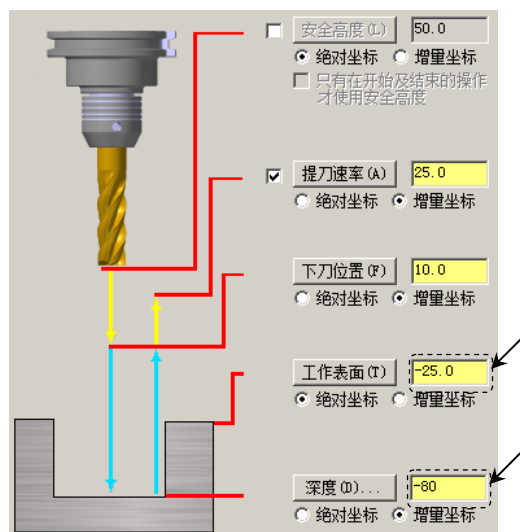

图 15.14 “共同参数”参数设置界面
(2) 设置共同参数。在“2D 刀具路径-外形铣削”对话框的左侧节点列表中单击 **共同参数** 节点, 设置图 15.14 所示的参数。